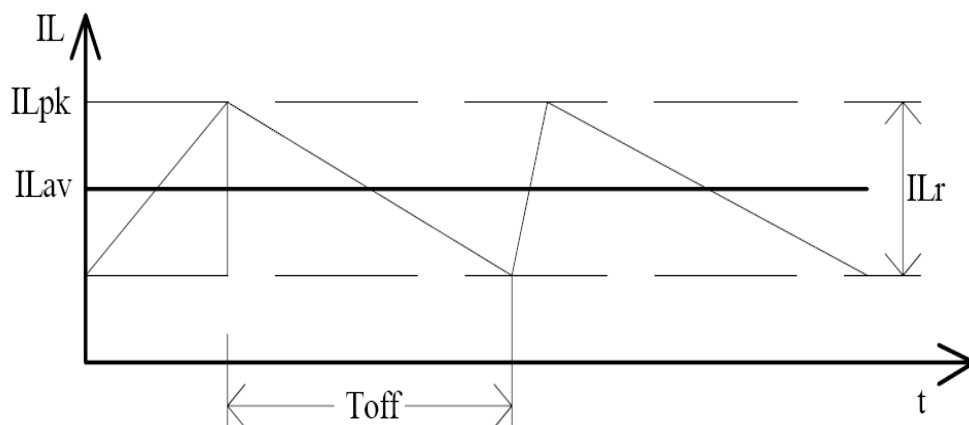

图 2 开环控制策略中的电感电流波形
如图 2 , $I_o(\text{average}) = I_{pk} - 1/2 * I_r \quad (3)$